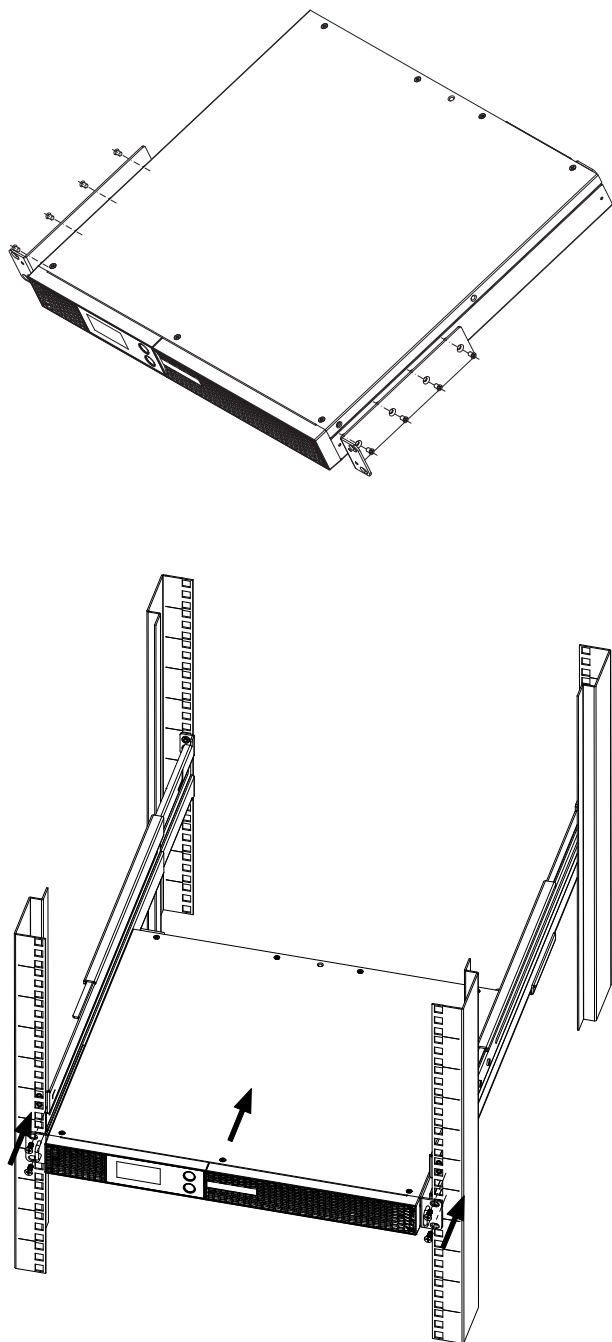

Fig. 7. Montage SPS ADVANCE R en armoire 19".
- Procédez de la manière suivante (voir Fig. 7) :